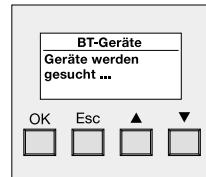

Bild 9:
7. Der Suchvorgang startet. Im Display des Gateways erscheint die Meldung "Geräte werden gesucht..." (vgl. Bild 9). Während des Suchvorgangs werden durch einen besonderen 'Bluetooth-Rundruf' (BT-Enquiry) alle im Empfangsbereich befindlichen Bluetooth-Endgeräte angesprochen. Jedes Endgerät antwortet daraufhin dem Gateway zurück. Dabei ist von Wichtigkeit, dass die automatische Geräteerkennung beim einzulernenden Endgerät aktiviert ist! Der Suchvorgang wird automatisch nach ca. 20 Sekunden beendet. Weiter mit Schritt 8 bzw. mit Schritt 9.